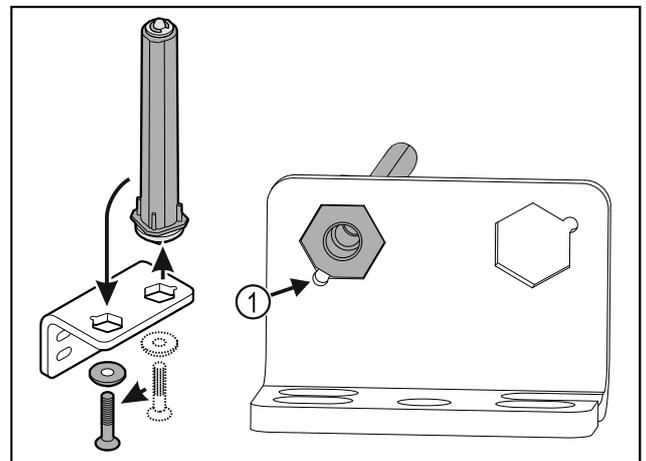

Fig. 26
- ▶ Звертати увагу на те, щоб при вставці нахил пальця Fig. 26 (1) показував на круглий отвір.